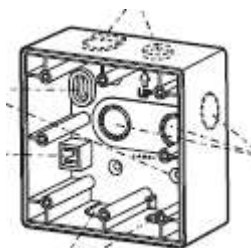

Fig. 13
- 3.3.2.1 Les 7 trous à déboucher de la JB-40 sont conçus pour différentes applications (voir FIG. 13). Ouvrir le trou par où on veut faire passer les fils, puis introduire les fils dans le trou correspondant.